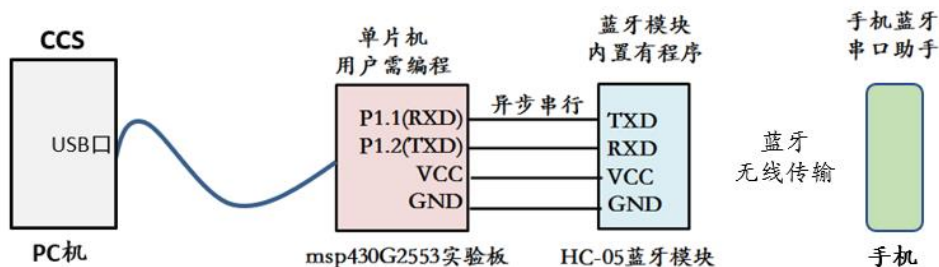

图8-5 单片机与手机蓝牙通信
- 2) 断开USB转串口模块与MSP430G2553单片机的连接,改用HC-05蓝牙模块的收/发信号与实验板上单片机的异步串口发/收信号对接,连线如图8-5;